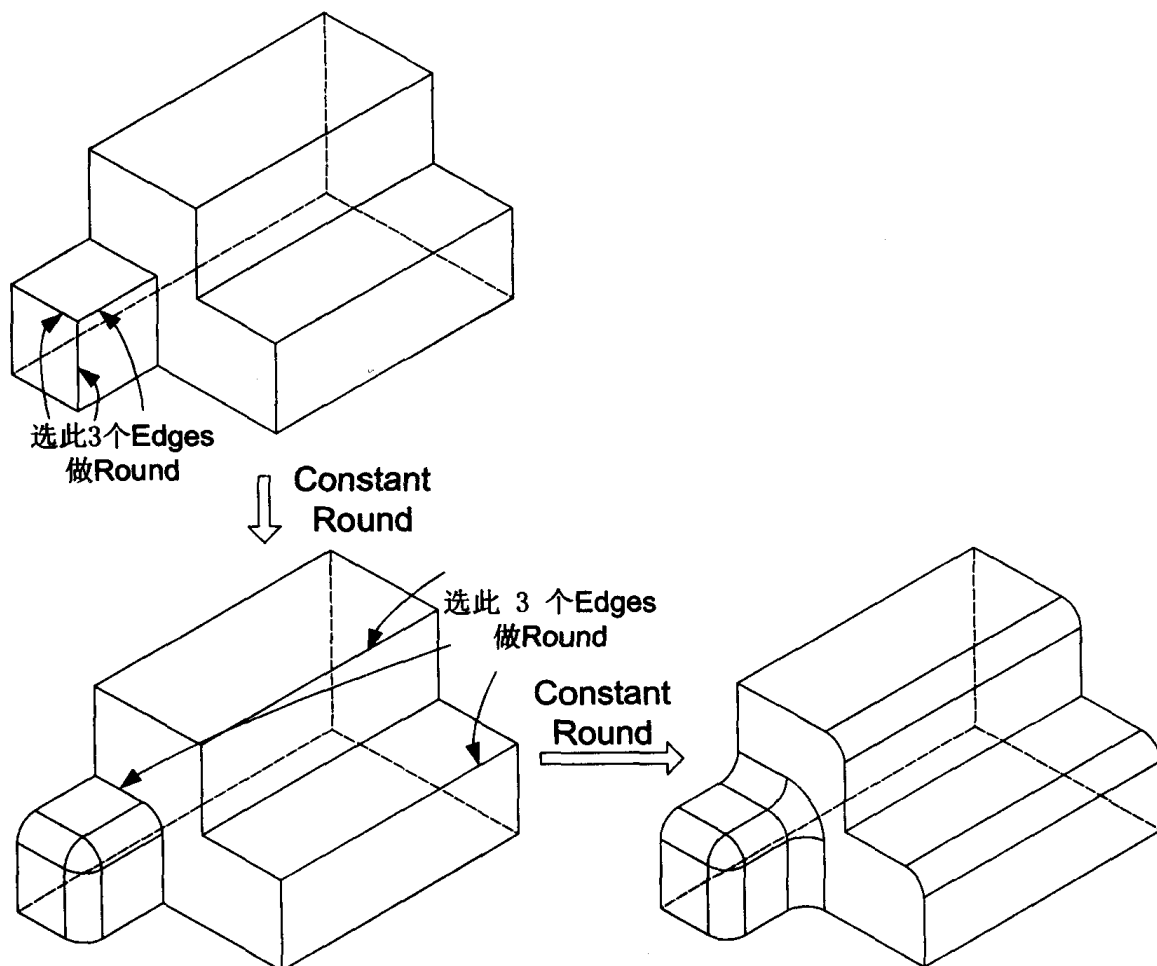

图 1.5
- **Constant:** 固定的圆角半径值(见图 1.5)。